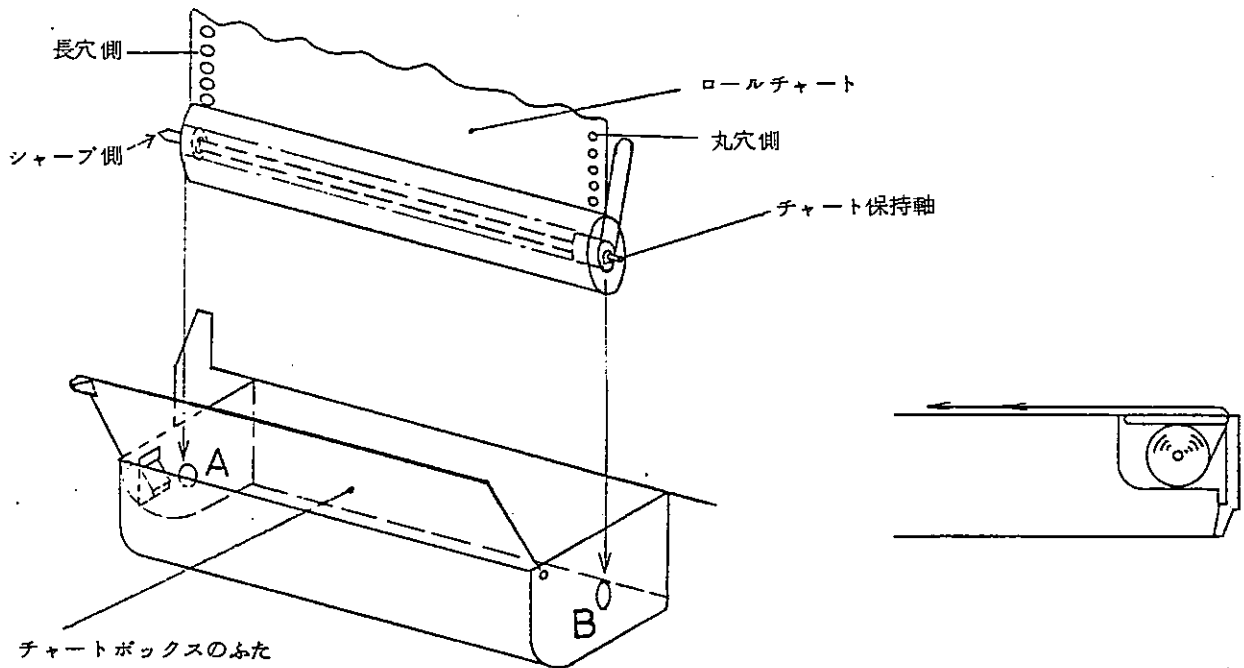

図 3. 記録紙の装着
- ① 図3に示すように付属している“チャート保持軸”をロールチャート0511-1196に通します。
- ② 本体右側のチャートボックスの“ふた”をあけて、チャートの長孔側（チャート保持軸の先端がシャープな方）を板バネの方にし、保持軸を孔Aに挿入し、次に反対側を孔Bに挿入してください。
- ③ 記録紙を引き出して図3のようにチャートボックスの“ふた”をしめてください。以上で繰り出し側の記録紙の装着は終了です。